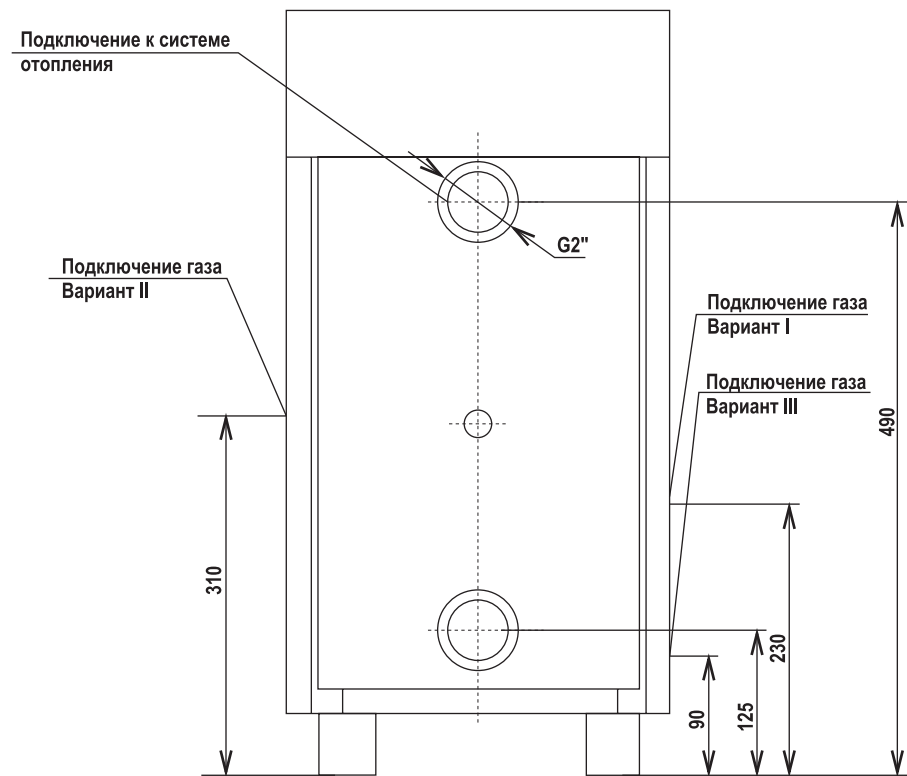

Рис. 7.2. Схема подключения котлов КСГ-10, КСГ-12,5
- 7.11. Схемы подключения к отопительной, газовой и системе горячего водоснабжения котлов «ПЕЧКИН» (рис. 7.2).